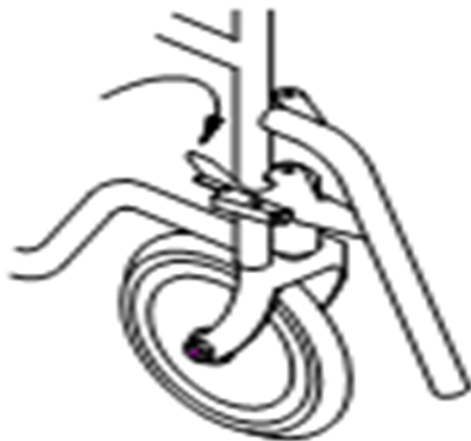

Figura 5
- Al instalarlo, alinee el orificio de posicionamiento del soporte de piernas con el eje de posicionamiento del marco y cuélguelo, luego gírelo suavemente hacia adentro hasta que la manija se bloquee automáticamente y quede fijo. (Ver figura 5)